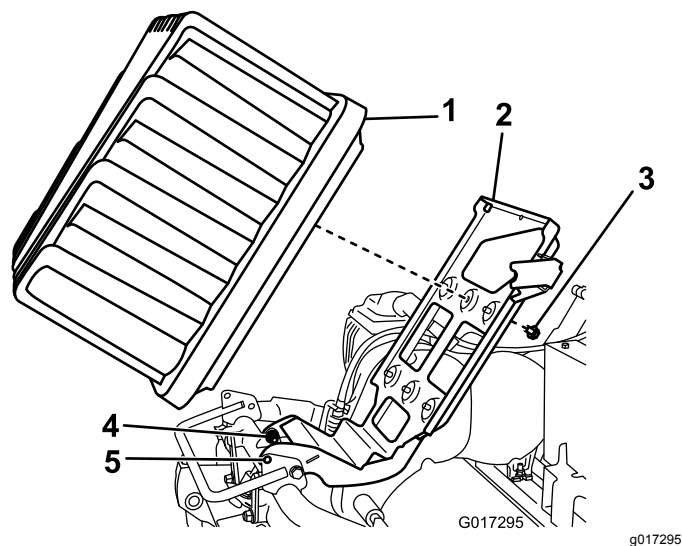

Bild 12
5. Lösen Sie die zwei Drehschrauben bzw. Muttern um eine halbe Umdrehung (**Bild 12**).
6. Heben Sie die Akkuplattform so weit an, bis die Arretierlöcher im Unterteil und Rahmen ausgefluchtet sind (**Bild 12**).